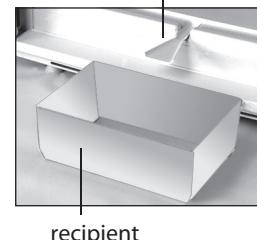
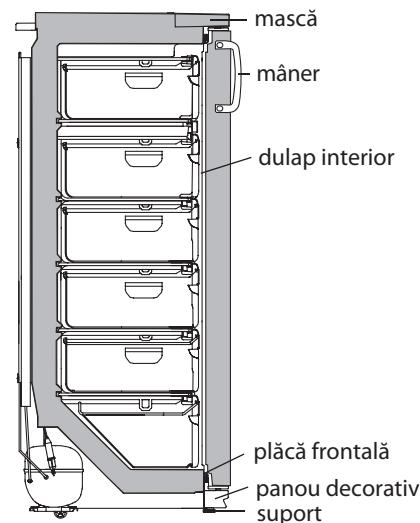

Figura 5 – Colectarea apei rezultate în urma topirii
Figura 6 – Schema congelatorului
— să îndepărtați apa rezultată în urma topirii, instalând în conformitate cu figura 5 elementul de masă plastică pentru drenare / pentru curățare a gheții și orice vas recipient cu volumul nu mai puțin de 2 l;
**SE INTERZICE** să decongeleți congelatorul fără utilizarea elementului pentru drenare instalat în conformitate cu figura 5. Apa rezultată în urma topirii care se scurge din cameră afară de elementul pentru drenare, pătrunzând în locul de alăturare a plăcii frontale la dulapul interior în conformitate cu figura 6, poate provoca coroziunea dulapului exterior al congelatorului și a elementelor agregatului frigorific, defectarea izolației termice, formarea crăpăturilor dulapului interior și defectarea dulapului congelatorului.